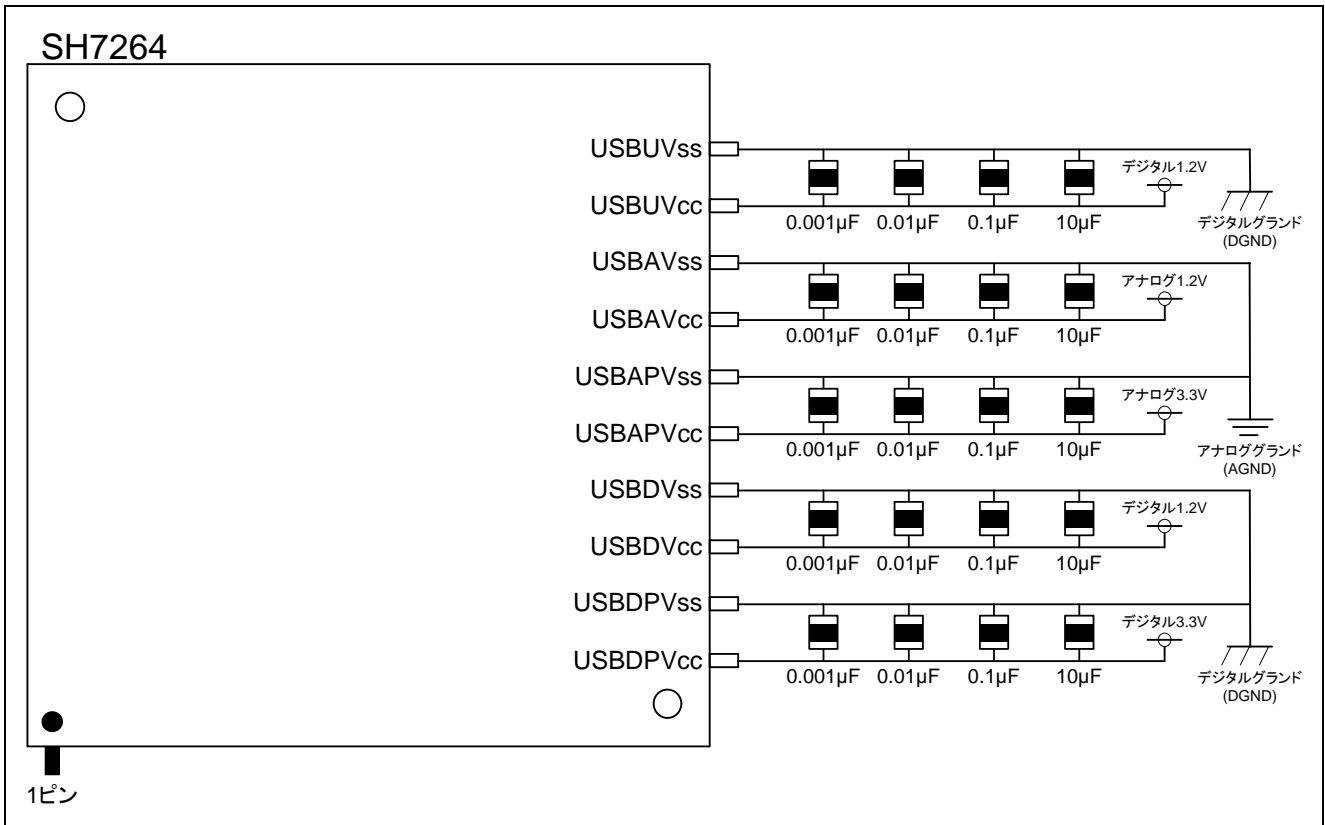

図3 デカップリングコンデンサ配置例
- デカップリングコンデンサの容量値としては、0.001 μ F、0.01 μ F、0.1 μ F、10 μ F の容量を USB 電源端子の直近に配置することを推奨します。図 3 にデカップリングコンデンサの配置例を示します。